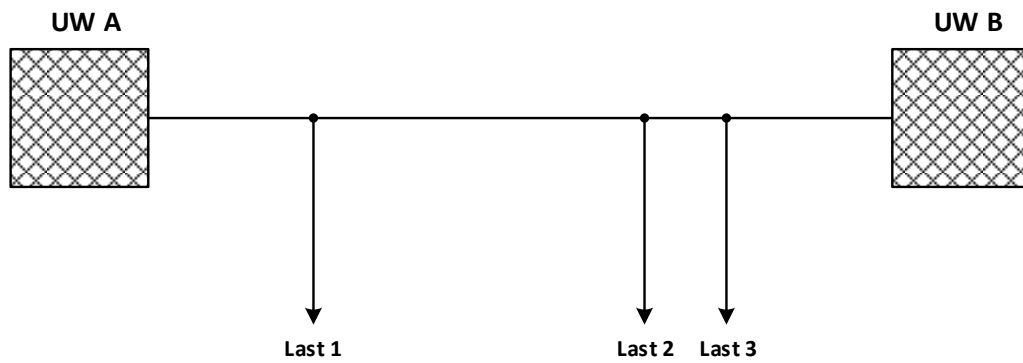

Bild 1: I- und U- Verteilung bei gleichen Speisespannungen
- Eintragen der gemessenen I- und U-Verteilung in das Übersichtsschaltbild und Bestimmung des Talpunktes **(Bild 1)**